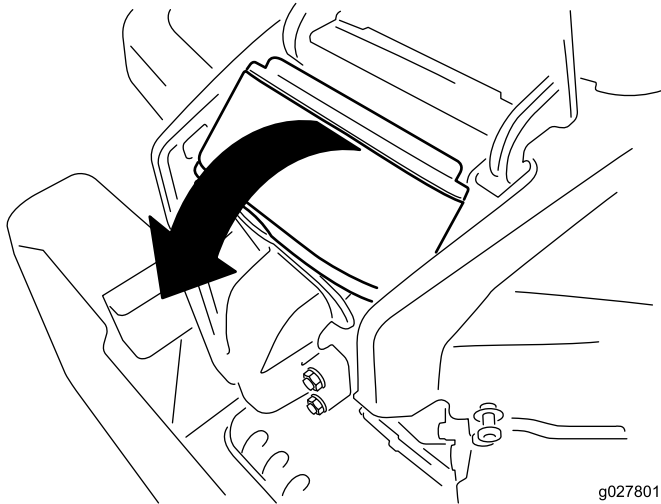

Figura 40
4. Sollevate il coperchio e ruotate il gruppo del filtro dell'aria per estrarlo dal motore (Figura 40).